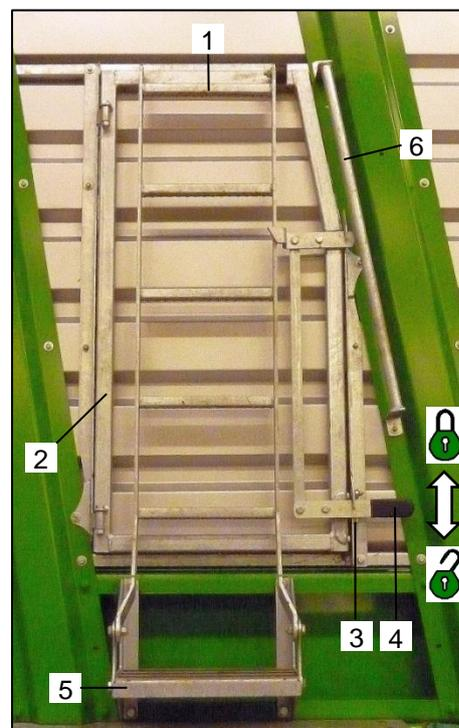

Bild 31: Aufstiegsleiter und Einstiegstür
Um die Einstiegstür (Bild 31 / Pos.2) wieder zu verschließen und die Aufstiegsleiter (Bild 31 / Pos.1) wieder in die oberste Position zurück zu führen, ist wie folgt vorzugehen:
- Durch nach unten Ziehen des Hebels (Bild 31 / Pos.4) die Einstiegstür (Bild 31 / Pos.2) entriegeln und komplett schließen. Der Hebel bleibt anschließend in entriegelter Stellung .
- Die Aufstiegsleiter (Bild 31 / Pos.1) mit beiden Händen nach oben schwenken, bis sie komplett an der Einstiegstür (Bild 31 / Pos.2) anliegt.
- Durch nach oben Führen des Hebels (Bild 31 / Pos.4) die Aufstiegsleiter (Bild 31 / Pos.1) und die Einstiegstür (Bild 31 / Pos.2) gleichzeitig verriegeln . Die Sicherung (Bild 31 / Pos.3) verriegelt dabei automatisch und verhindert ein unbeabsichtigtes Öffnen.